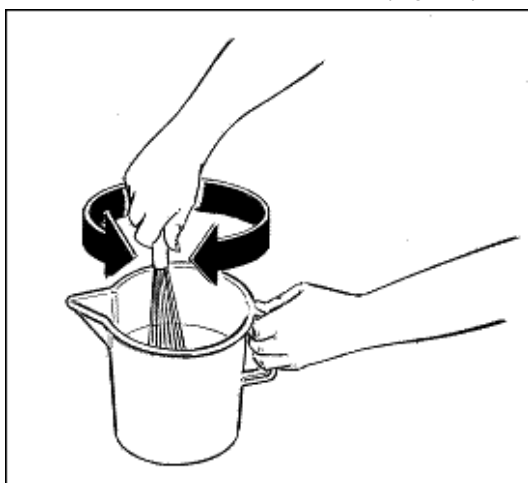

Fig. 21
- Diluire e miscelare il prodotto in un recipiente a parte attenendosi alle istruzioni del produttore (Fig. 21).